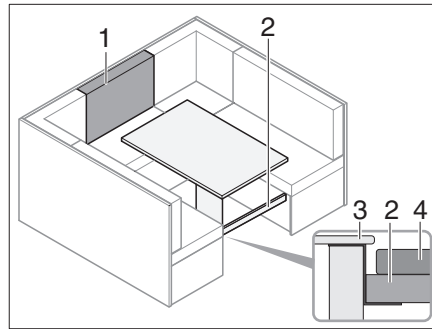

Bild 196 Vor dem Umbau
- Querstrebe (Bild 196,2) unter den Truhendeckel (Bild 196,3) einsetzen.
- Querstrebe (Bild 196,2) unter den Tisch schieben, (Bild 196,4) damit dieser abgestützt wird.
- Rückenpolster (Bild 196,1) vor das Zusatzpolster auf den Tisch legen.